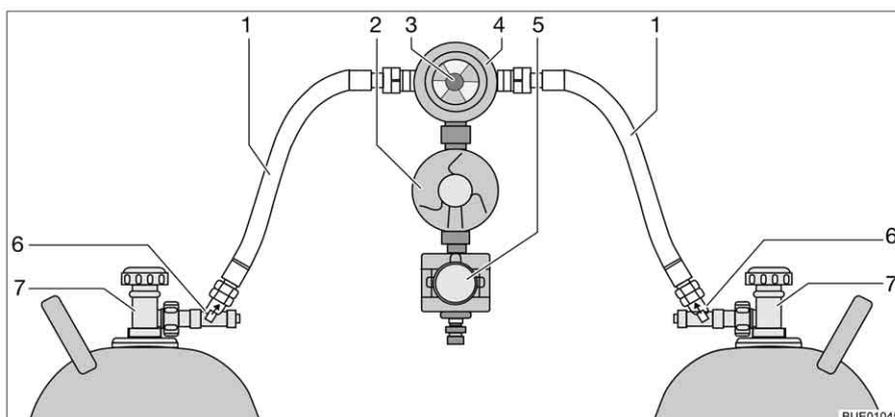

Fig. 110 Impianto di commutazione Crash Protection Unit
La Crash Protection Unit consiste di due limitatori di flusso con sblocco manuale (Fig. 110,6), di una valvola di commutazione (Fig. 110,4) con regolatore di pressione (Fig. 110,2), di una elettrovalvola (Fig. 110,5) e di una centralina di controllo con LED a tre colori. La valvola di commutazione viene montata tra i due tubi del gas (Fig. 110,1).
Con la manopola (Fig. 110,3) sulla valvola di commutazione è possibile stabilire, quale delle bombole del gas viene utilizzata come bombola in uso e quale bombola del gas viene utilizzata come bombola di riserva.
Sulla centralina di controllo (Fig. 111) possono venire azionate solo le funzioni elettriche. Le valvole principali di arresto delle bombole del gas (Fig. 110,7) e gli sblocchi (Fig. 110,6) devono essere aperti a mano.
- Aprire le valvole principali di arresto delle bombole del gas (Fig. 110,7).
- Premere gli sblocchi (Fig. 110,6) uno dopo l'altro per 10 secondi.
- Con la manopola (Fig. 110,3) sulla valvola di commutazione (Fig. 110,4) selezionare la bombola del gas, da cui proviene la principale alimentazione del gas (bombola in uso).
- Chiudere le valvole principali di arresto delle bombole del gas (Fig. 110,7).